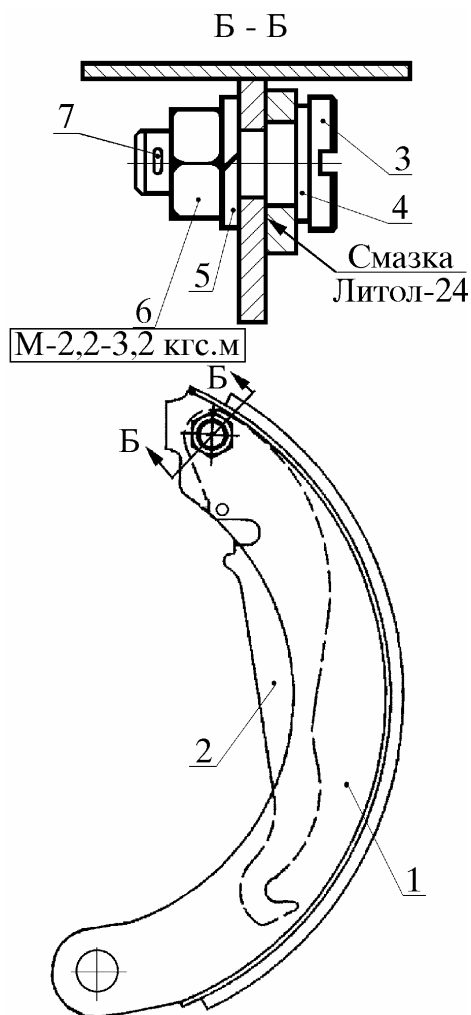

Рис. 25. Крепление приводного рычага левого к задней колодке:
6.16.1.3.1. Прикрепить рычаг 2 (рис. 25) приводной левый к колодке 1 задней, смазав опорную поверхность колодки смазкой, установив болт 3 с шайбой 4 и навинтив и затянув болт гайкой 6 с шайбой 5 с моментом от 22 до 32 Н.м (2,2 - 3,2 кгс.м). Зашплинтовать болт шплинтом 7.
6.16.1.3.2. Прикрепить маятниковый рычаг 2 (рис. 25а) с разжимным стержнем 12 и пружиной 13 к передней колодке 1, смазав опорную поверхность колодки смазкой, установив болт 3 с шайбой 4 и навинтив и затянув болт гайкой 6 с шайбой 5 с моментом от 22 до 32 Н.м (2,2 - 3,2 кгс.м). Зашплинтовать болт шплинтом 7
Рис. 25а. Крепление маятникового рычага с разжимным стержнем, пружиной и эксцентриком к передней колодке: